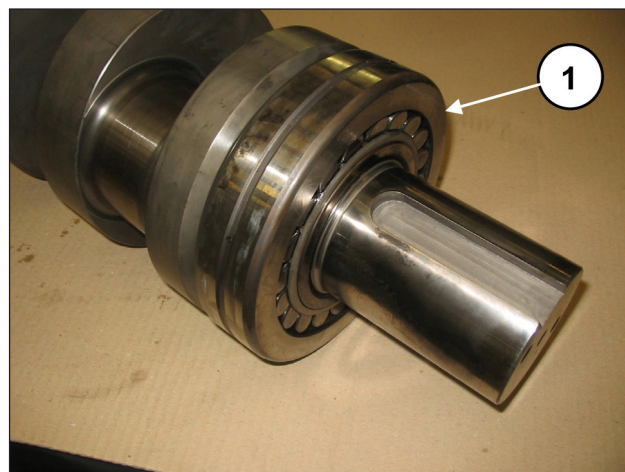
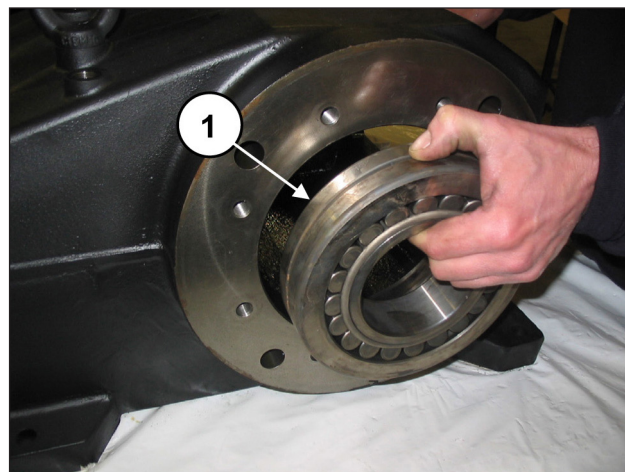

Fig. 41
Fig. 42
Premontar a fondo el cojinete del lado PTO en el eje (pos. ①, Fig. 41) y montar el cojinete en el lado opuesto del cárter (pos. ①, Fig. 42).
El cojinete de la Fig. 42 posee una anilla interna cónica. Comprobar que tanto la parte interna como la externa de la anilla sean cónicas, para permitir la introducción del casquillo.